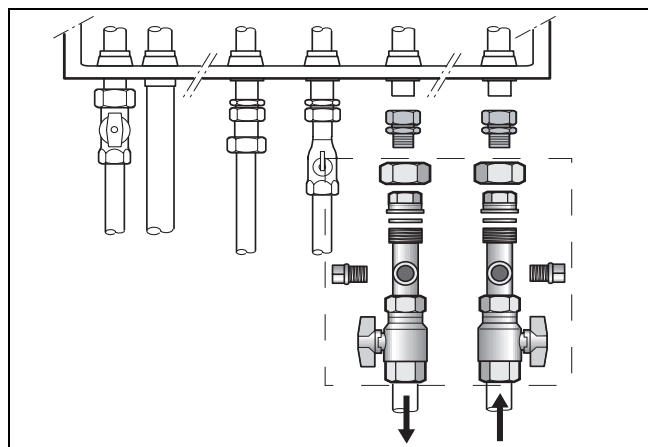

Fig. 4 Collegamento al circuito di riscaldamento (accessorio HKA) nella caldaia Logamax plus GB112-24T25V / 29T25
- Inserire il collegamento a vite (fig. 4).